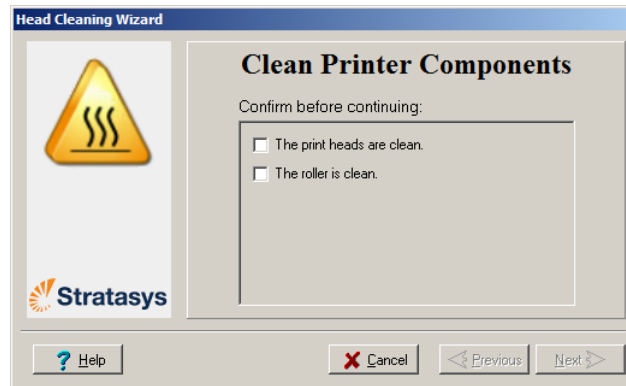

Figure 6-22 : Assistant de nettoyage des têtes - étapes 5–11
- Une fois le nettoyage terminé, cochez la case de confirmation dans l'écran de l'assistant (voir la figure 6-22) et cliquez sur Next (Suivant).